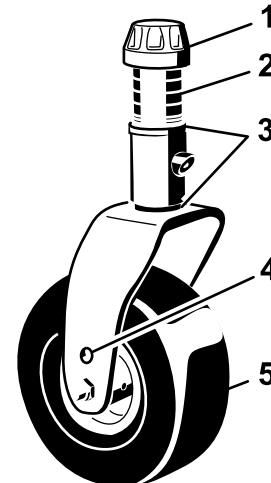
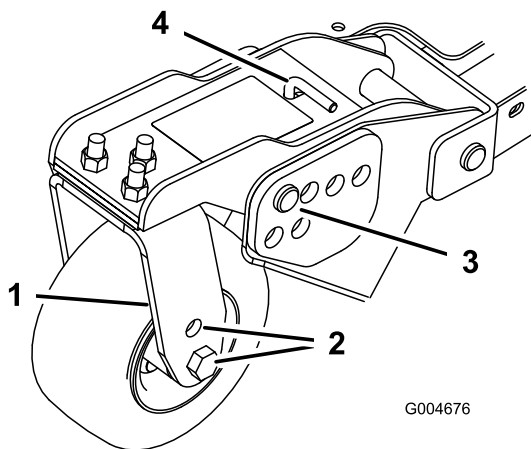
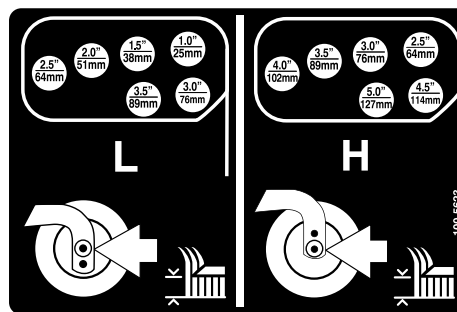

Figura 18
Figura 20
Figura 21
- Coloque os eixos da roda giratória nos mesmos orifícios em todas as forquilhas da roda giratória (Figura 18 e Figura 20).
- Retire a tampa de tensionamento do eixo roscado e desloque o fuso para fora do braço da roda giratória (Figura 18).
- Retire o contrapino tipo grampo e os pinos de segurança dos braços articulados da roda giratória (Figura 20).
- Rode a barra tensora para levantar ou descer o braço articulado, até os orifícios se encontrarem alinhados com os orifícios da altura de corte desejados, na estrutura da plataforma do cortador (Figura 20 e Figura 21).